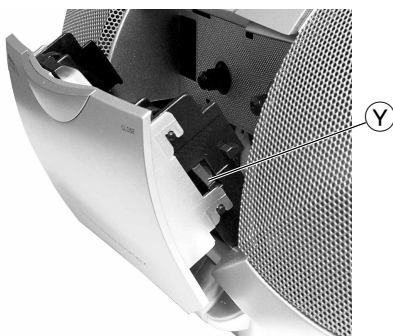

Fig. 25
- Die Rastnase ⑨ (Fig. 25) auf der nicht verklebten Seite nach innen drücken und Cassetten-Blende auf dieser Seite ausrasten. Die Cassetten-Blende auf der nicht verklebten Seite soweit nach vorne ziehen, dass die verklebte Seite der Blende vorsichtig zur Seite weggedrückt werden kann.
- Press in the locking lug ⑨ (Fig. 25) at its side not fixed with glue then disengage the cassette trimplate at this side. Pull the cassette trimplate at the side without glued joints to the front until the glued side of the trimplate can be carefully pressed apart.